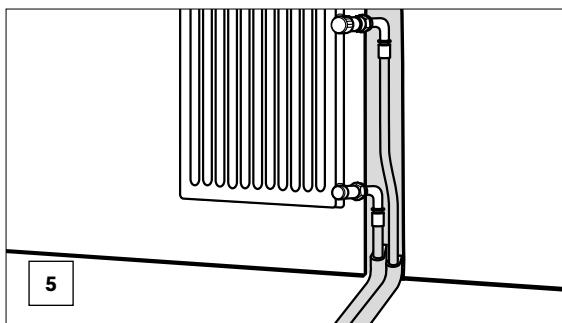

Fig. 14-10
15. Avvitare l'unità di fissaggio sul pavimento con l'apposito set stringendo saldamente. (Fig. 14-10).